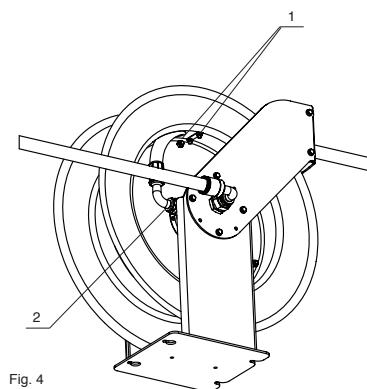
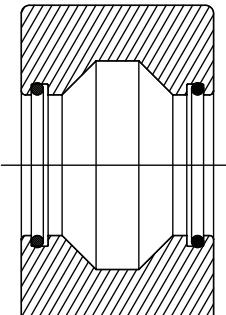

Fig. 4
Fig. 8
2. Remove the U-bolt by loosening its nuts (1) and disconnect the hose from the swivel (2) by using two wrenches (fig. 4).
4. Connect the new hose to the swivel by using two wrenches. Place the U-bolt in such a way that it firmly holds the hose against the spool, and pull the hose in order to unlock the ratchet (fig. 4).
2. Ta loss "U"-bulten (1) och lossa på slangen från sviveln genom att använda två skift- eller fasta nycklar (fig 4).
4. Anslut den nya slangen till sviveln, placera "U"-bulten så att den håller slangen fast mot trumman. Dra i slangen för att släppa spären (fig 4).
2. Entfernen Sie den Bolzen, indem sie die Muttern (1), mit denen er befestigt ist, lösen, und trennen Sie den Schlauch mittels zweier Schlüssel vom Anschlussgelenk (2) (Abb. 4).
1. Disconnect the hoses of the inlet shaft (1) and the swivel joint (2) (fig. 7). On the swivel, use two wrenches (fig. 4) in order to avoid any shaft damage.
2. Loosen the set screw in the nut (3) and remove said nut.
3. Remove the screws (4) and the arm (5).
4. Remove the swivel and replace it with a new one, or replace the seals. Make sure the seals are placed correctly (fig. 8).
2. Lossa stoppskruven som sitter i muttern (3) och de montera muttern.
3. Tag bort skruvarna (4) och sedan utloppssarmen (5).
4. Tag bort sviveln och byt ut, eller byt bara ut packningarna. Säkerställ att packningarna är monterade åt rätt håll (fig 8).
2. Lösen Sie die Stellschraube an der Mutter (3) und schrauben Sie die Mutter ab.
3. Entfernen Sie die Schrauben (4) und den Arm (5).
4. Ziehen Sie das Anschlussgelenk ab und ersetzen Sie es durch ein neues oder tauschen Sie die Dichtungen aus. Stellen Sie dabei sicher, dass diese an der richtigen Stelle angebracht werden (Abb. 8).